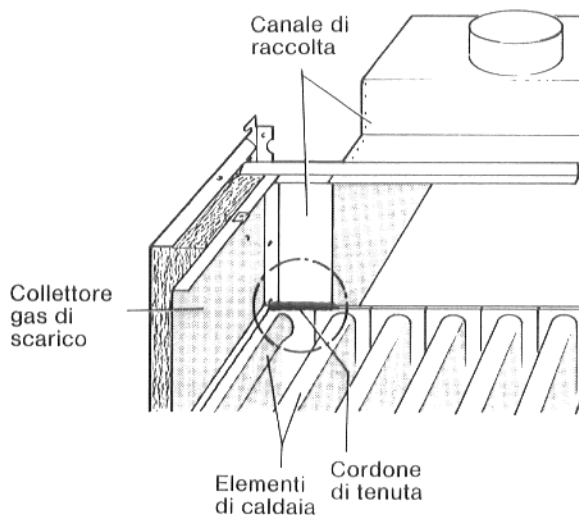

Fig. 10: Ermetizzazione del canale di raccolta
- Porre da sopra il cordone fra il canale di raccolta e gli elementi esterni, premendolo con forza (Fig. 10).